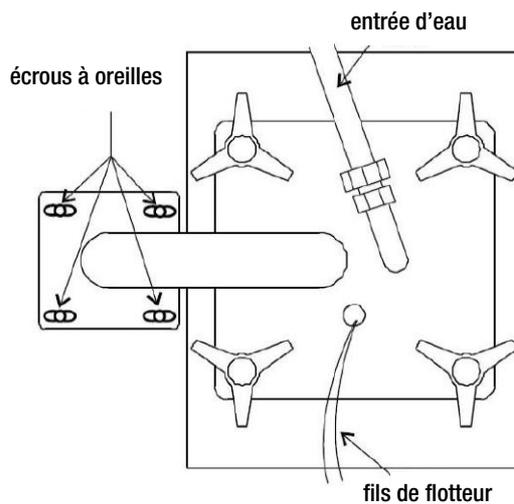

Figure 13-3 Accès au générateur de vapeur
4. Une fois le générateur de vapeur refroidi, retirer les quatre vis et écrous à oreilles (Figure 13-3).